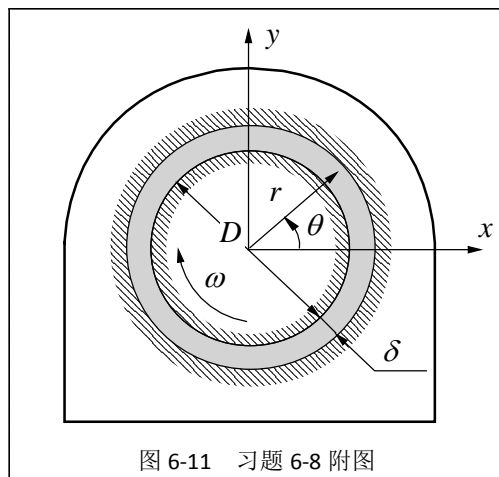

图 6-11 习题 6-8 附图
**6-8** 一摩擦轴承，如图 6-11 所示。轴的直径  $D=50.8\text{mm}$ ，以  $200\text{rpm}$  ( $\omega=20.944\text{rad/s}$ ) 的转速顺时针旋转；润滑油油膜厚度  $\delta=0.0508\text{mm}$ ，粘度为  $0.2\text{Pa}\cdot\text{s}$ ；与轴配合的轴承表面的长度（沿轴向） $L=50.8\text{mm}$ ；设重力影响和端部效应可忽略，且由于散热良好，油膜流动是等温层流流动。试求转动轴所需要的扭矩  $M$  和消耗的功率  $\dot{W}_\mu$ 。（提示：求切应力  $\tau_{r\theta}$  时注意引用柱坐标下的牛顿本构方程）